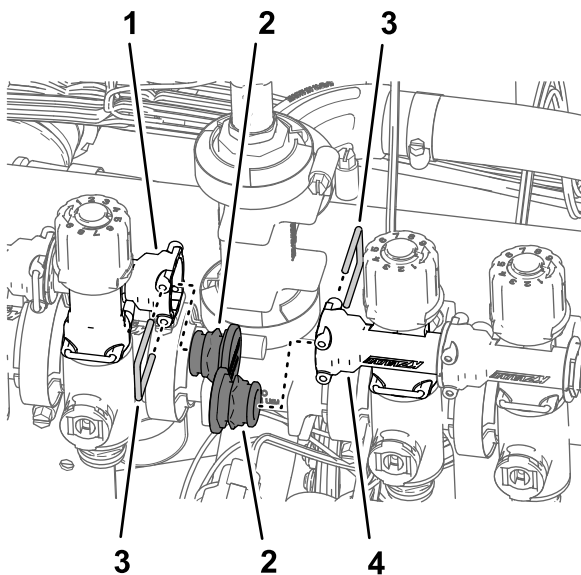

Рисунок 100
- Снимите держатели, которые крепят заглушки в гнездах быстроразъемных штуцеров на клапане сопла 5 и клапане сопла 6, и снимите заглушки (Рисунок 100).